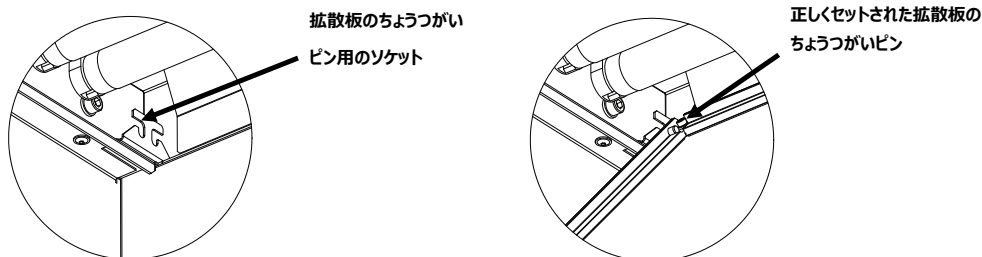

図 9： ソケット
6. 光源装置本体後部の後角にある隙間のソケットの前に、後方の各角にある拡散板のちょうつがいピンを挿入します。(図 9 参照)